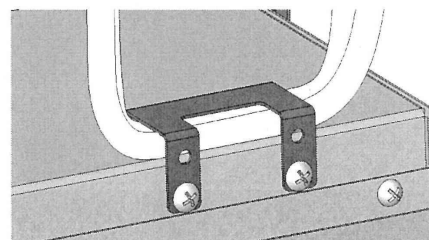

Рис. 3
6. Зафиксировать кронштейн, прикрутив два винта Ph-4,2x9,5 DIN 7981 (см. рис. 3)